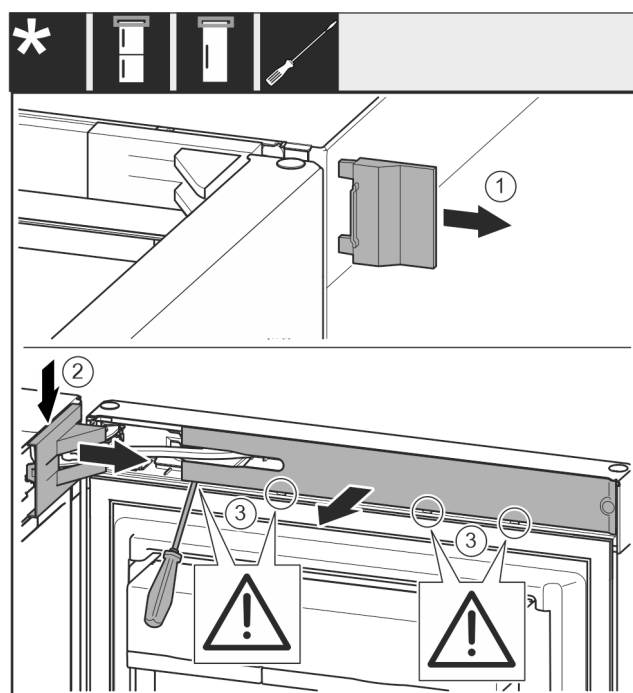

Fig. 11
- Zdjąć osłonę Fig. 11 (1).
- Wycześcić i poluzować osłonę płytki zawiasu Fig. 11 (2).
- Zdjąć osłonę płytki zawiasu Fig. 11 (2).
- Wycześcić zaślepkę Fig. 11 (3) śrubokrętem i odchylić w bok.